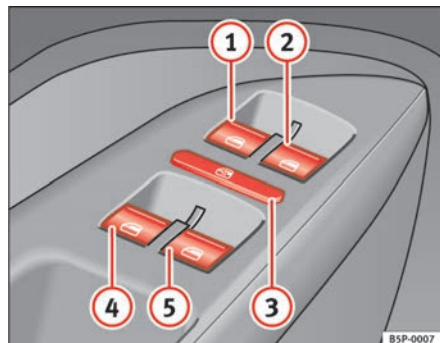

Fig. 69 Dettaglio della porta del conducente: comandi per l'apertura e la chiusura dei finestrini anteriori e posteriori
I tasti ⇒ pag. 109, fig. 69 ① e ② hanno due livelli per l'apertura e due per la chiusura dei finestrini. In questo modo è più facile eseguire le operazioni di apertura e chiusura.